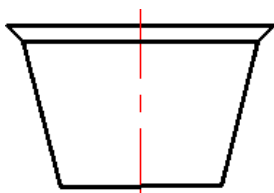

图 17.7.7 绘制直线 4
Step7. 绘制图 17.7.7 所示直线 4。具体操作可参照 Step6。